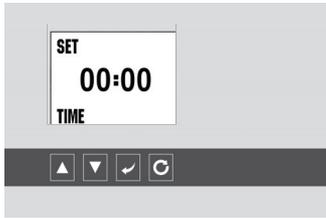

Fig 1
1. Ajuster l'heure et la date (voir Fig. 1)